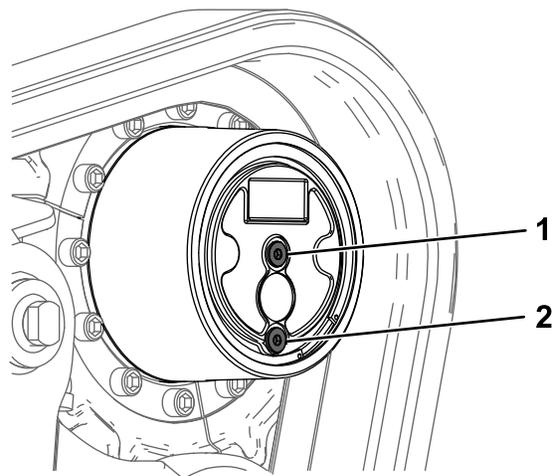

Рисунок 65
2. Припаркуйте машину на ровной горизонтальной поверхности так, чтобы пробка сливного отверстия была в положении «на 6 часов» (Рисунок 65), включите стояночный тормоз и опустите стрелы погрузчика.
5. Снимите пробку контрольного отверстия и пробку сливного отверстия и дайте трансмиссионному маслу стечь (Рисунок 65).
6. Установите пробку сливного отверстия (Рисунок 65).